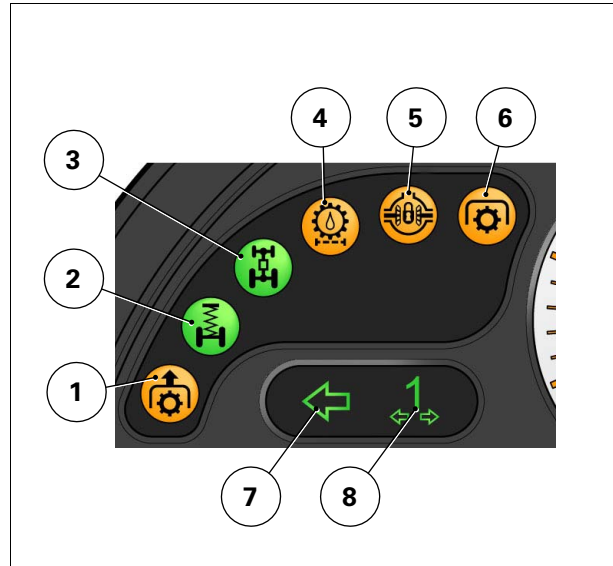

Рис. 4.
- (3) Панель индикаторов функций переднего и заднего MOM/переднего моста/переднего моста с подвеской/блокировки дифференциала/засорения фильтра высокого давления трансмиссионного масла рис. 4